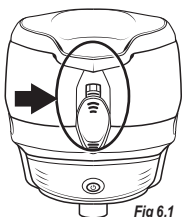

Fig 6.1
1. Localisez le bouton de verrouillage et le bouton de libération des coquilles, à l'arrière du chargeur (Fig. 6.1).